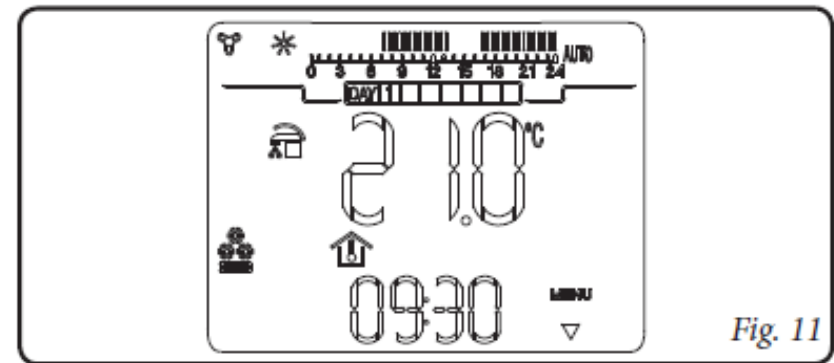

Fig. 11
- **Режим охлаждения воздуха** (☸). В режиме охлаждения котел может работать для производства горячей санитарной воды совместно с чиллером (только в определенных моделях) для охлаждения воздуха в помещениях. В режиме охлаждения пульт управления CAR^{V2} может работать в ручном или автоматическом режиме. Описание работы приводится в главе 7. На дисплее отображается день недели и текущее время, температура помещения и временная шкала с суточным программированием таймера охлаждения вместе с соответствующими символами (рис. 11).